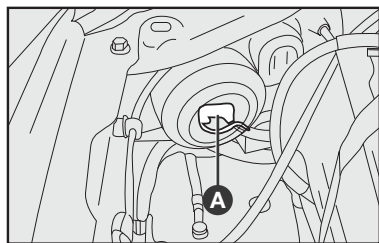

fig. 23
- 1) Soltar o conector **A-fig. 23** de alimentação da lâmpada;
7) Recolocar o conector de alimentação da lâmpada **A-fig. 23**.